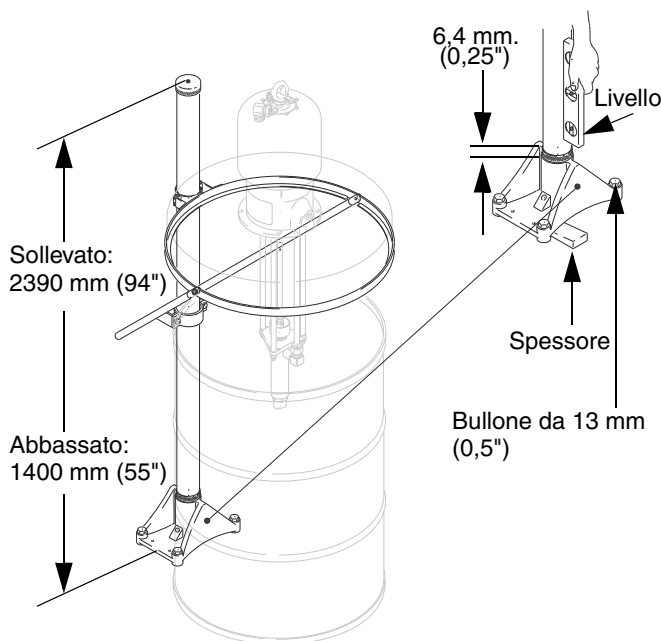

FIG. 2
Posizionare l'innalzatore in un punto in cui siano presenti almeno 2,75 metri (9 piedi) di spazio superiore. Contrassegnare ed eseguire i fori per i bulloni di montaggio da 13 mm (0,5"). Vedere FIG. 2 e lo schema dimensionale a pagina 15. Se necessario, mettere a livello la base (17) usando degli spessori. Fissare la base al pavimento mediante quattro bulloni di montaggio da 13 mm (1/2") lunghi abbastanza da impedire all'innalzatore di rovesciarsi.